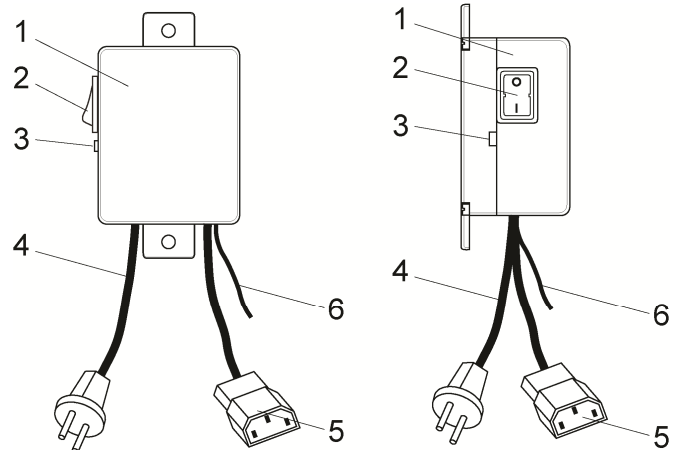

Рисунок 1
4.2. Блок управления компрессором ВК1-1А 1 (Рисунок 1) имеет разъем для подключения компрессора 5, 2-жильный кабель 6 и включается непосредственно в сеть (220 В, 50Гц) 4.